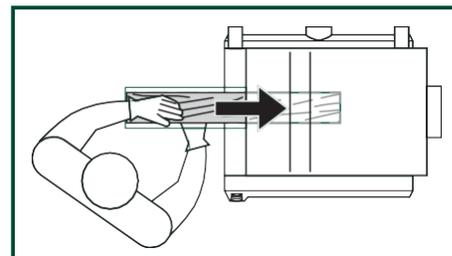

FIG. 38
- Lors de la planification, la direction d'alimentation de la pièce est de gauche à droite sous la tête de coupe. FIG. 38, 39.
1. Pour introduire la pièce dans la machine, prenez la bonne position de fonctionnement, FIG. 38. Tenez-vous décalé d'un côté de l'ouverture d'alimentation pour éviter tout rebond, s'il devait se produire. Ne poussez pas le bois une fois le rouleau d'alimentation engagé. Laissez le rouleau d'alimentation déplacer la pièce dans la raboteuse à son propre rythme.